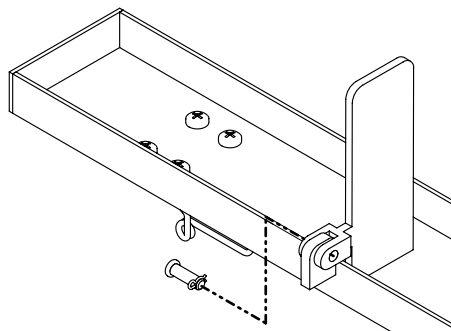

Figura 2: Ensamblaje de la placa de detención en la vía de rueda
2. Retire el pasador de horquilla y el pasador de enganche de la placa de detención y conecte dicha placa a la vía de rueda (vea la figura 2).